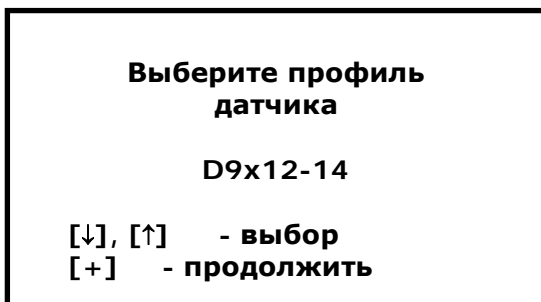

Рис. 14
- **Выбрать датчик.** При нажатии кнопки [+] включается меню выбора датчика (Рис. 14).